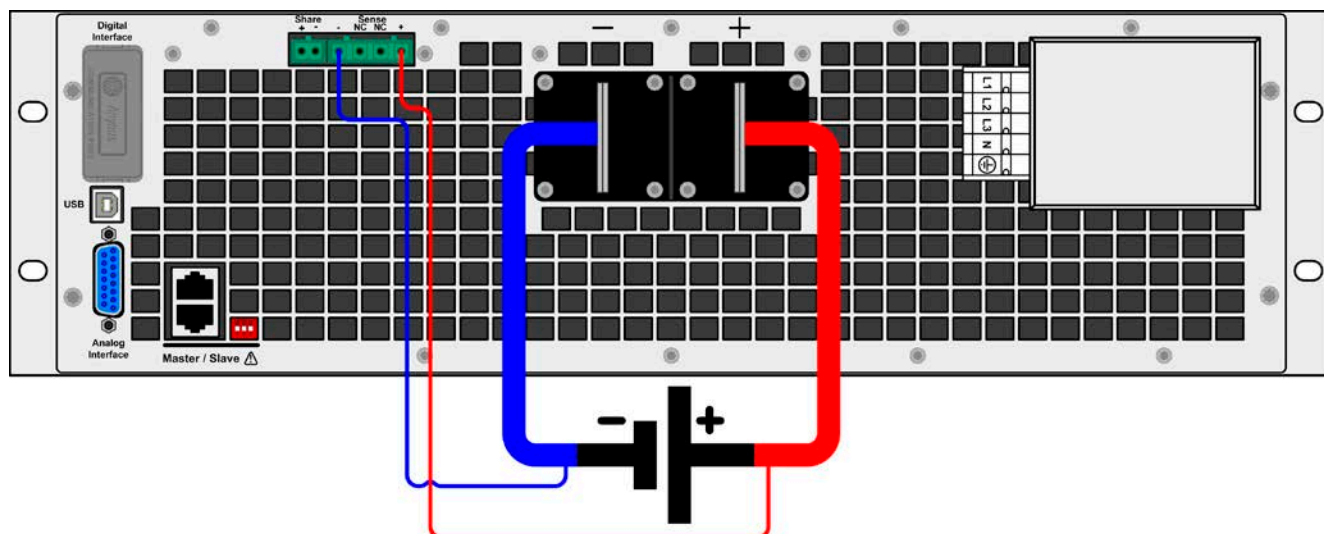

Рисунок 10 - Пример подключения удалённой компенсации
- Удалённая компенсация напряжения эффективна только при режиме постоянного напряжения (CV) и для других режимов работы, вход Sense должен быть отключен по возможности, тогда как его подключение ведёт к увеличению колебаний.
- Кабели Sense должны быть подключены + к + и - к - на источнике, в противном случае, обе системы будут повреждены. Смотрите Рисунок 10.